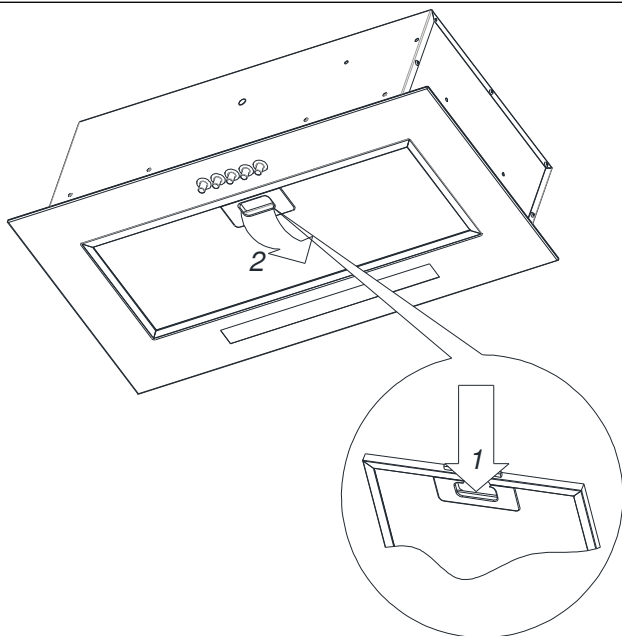

Abb. 5 Demontage des Aluminium-Fettfilters.
2. Entfernen Sie die Aluminium-Fettfilter (Abb. 5).
Die Dunstabzugshaube ist mit einem Aluminiumfilter ausgestattet, der Fettpartikel beim Kochen auffängt. Der Filter lässt sich entfernen, indem die Verriegelungen in die durch die Pfeile angegebene Richtung geschoben werden (Abb. 5). Der Filter sollte manuell gereinigt werden, d.h. 15 Minuten lang in Wasser mit Spülmittel bei einer Temperatur von 40-50°C tauchen. Beginnen Sie nach 15 Minuten mit der Reinigung und spülen Sie den Filter anschließend gründlich aus. Der Filter kann auch in der Spülmaschine gereinigt werden. Es wird empfohlen, Spülmaschinentabs zu verwenden, die für die Reinigung von Aluminium geeignet sind. Verwenden Sie keine scharfen Reinigungsmittel. Der Filter kann sich beim Waschen verfärben, was dessen Filtereigenschaften jedoch nicht beeinträchtigt. Der Filter muss trocken sein, bevor er wieder in die Haube eingesetzt wird.